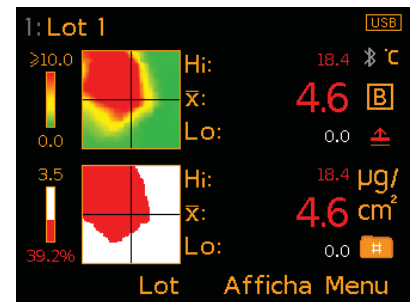

Fig. 8: Carte densité sel & Carte succès/échec
- **Carte densité sel^a (Fig. 8)** : représentation visuelle de la densité de contamination saline sur la zone de test. Les niveaux de sels solubles sont représentés par une échelle de couleur vert-rouge : vert pour les très faibles concentrations de sel ou les zones non contaminées, orange pour les zones à concentration moyenne, et rouge pour les zones où les niveaux de contamination dépassent la plage d'échelle définie pour la carte.